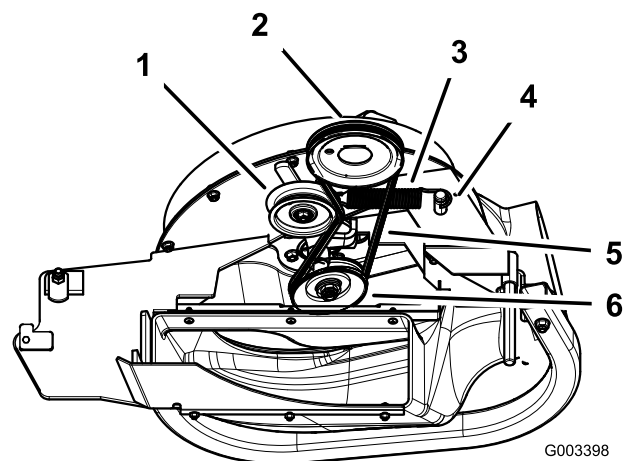

Figura 14
1. En máquinas con carcasa de 152 cm y 183 cm, instale la correa alrededor de la polea del soplador (Figura 14).